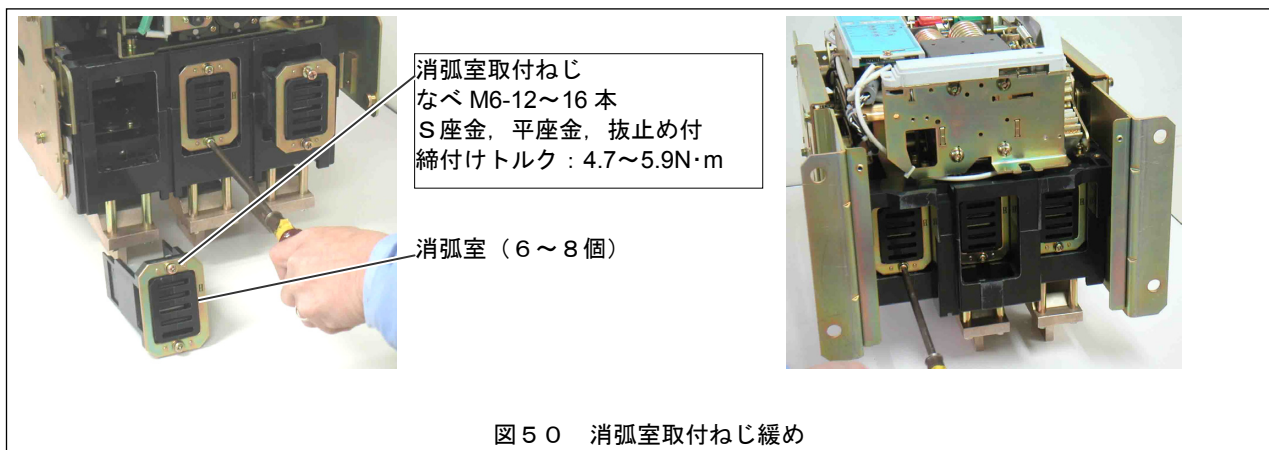

図50 消弧室取付ねじ緩め
8) 図50に示す様に、消弧室取付ねじを8～10回転緩め、フリーにします。(消弧室取付ねじは抜止め付です。消弧室から取外せません。)